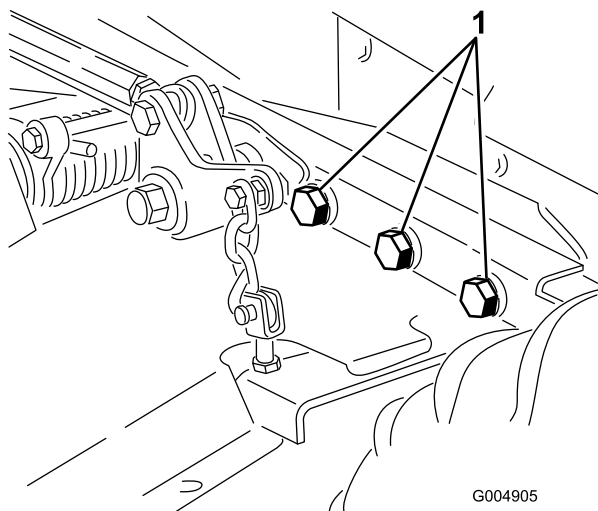

Рисунок 62
4. Проверьте все крепежные элементы на отсутствие ослабления затяжки и по мере необходимости подтяните их. Затяните 6 болтов крепления рамы деки газонокосилки к тяговому блоку (Рисунок 62) с моментом 359 Н·м.